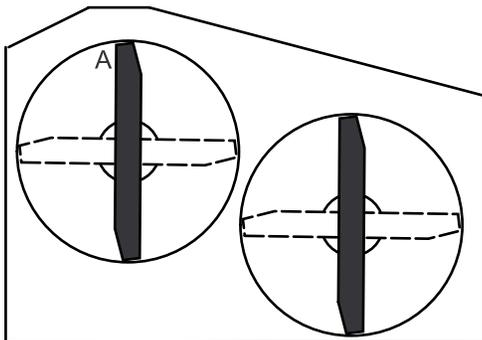

Bild 61
- Messen Sie an Stelle A von einer ebenen Fläche bis zur Schnittkante der Messerspitzen (Bild 61).